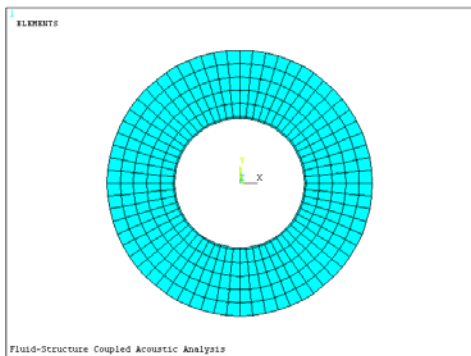

图 11-34 生成网格后的几何模型
④依次选择 Utility Menu→Plot→Elements, ANSYS 窗口会显示生成网格后的模型, 如图 11-34 所示。